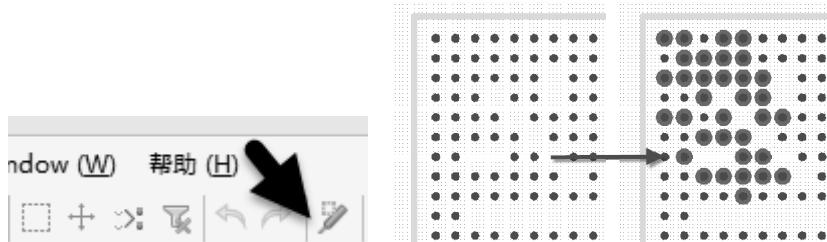

图 12-2 Bank 的标记
(1) 为了方便识别哪些 Bank 之间可以互调，必须先对 FPGA 各个 Bank 进行区分。在原理图编辑界面中，执行图标命令“交叉探针”，单击某个 FPGA 的 Bank，直接跳转到 PCB 中相对应的 Bank 管脚高亮，这时可以在某一机械层添加标注，进行标记，如图 12-2 所示。